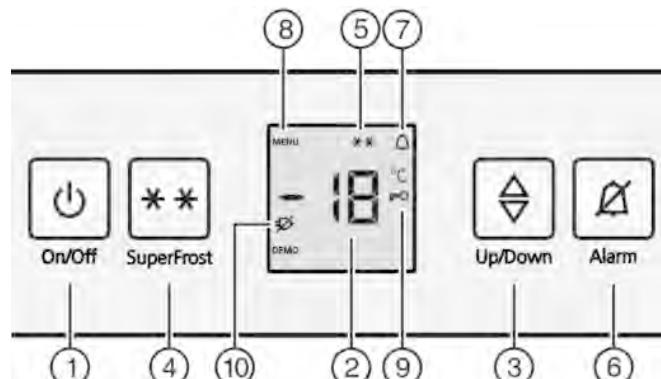

Fig. 2
- Нажать кнопку On/Off Fig. 2 (1).
- Активация режима настройки: Нажмите кнопку SuperFrost Fig. 2 (4) и удерживайте ее прим. 5 секунд.
- На индикаторе будет отображаться символ «Меню» Fig. 2 (8).
- Для подтверждения нажать и отпустить кнопку «SuperFrost» Fig. 2 (4).
- На индикаторе горит символ «Защита от детей» Fig. 2 (9).
- нажмите и отпустите кнопку "On/Off" Fig. 2 (1).
- Если необходимо выйти из режима настройки: Нажмите кнопку SuperFrost Fig. 2 (4) и удерживайте ее прим. 5 секунд.
- Символ «Защита от детей» Fig. 2 (9) гаснет.
- Нажмите кнопку Alarm Fig. 2 (6).
Одновременно мигает индикация температуры и символ тревоги Fig. 2 (7).
Звуковой сигнал выключается автоматически, символ аварийного сигнала Fig. 2 (7) выключается и индикатор температуры перестает мигать, если температура снова становится достаточно низкой.